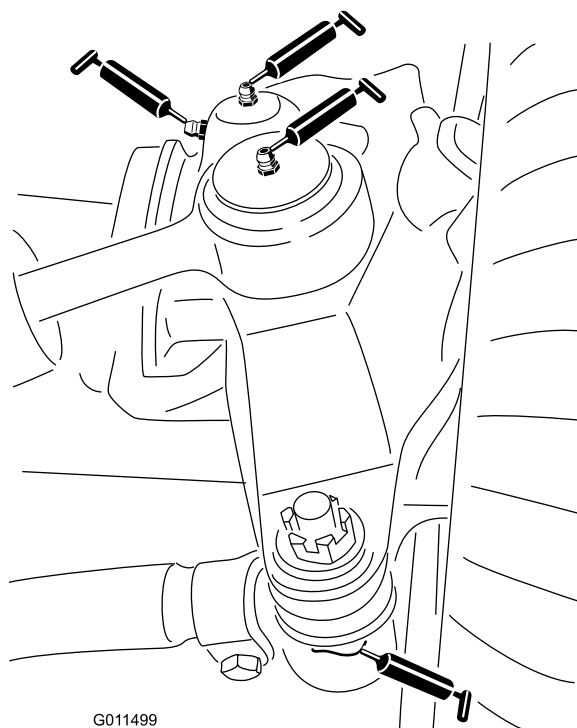

Figure 60
- 2 rotules de vérin de direction (Figure 60)
- 2 rotules de biellettes (Figure 60)
- 2 bagues de pivots de fusées (Figure 60).